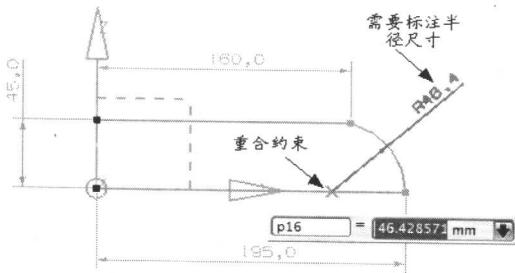
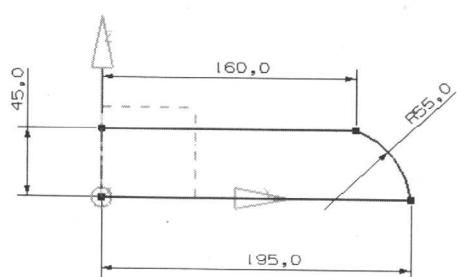

图 1-14
图 1-15
(10) 再次调用【自动判断的尺寸】功能，标注圆弧的半径尺寸，但是图形显示为橙红色，表示图形已经过约束，如图 1-14 所示。这是因为圆弧的圆心与下面的水平线重合，需要将这个约束删除。操作方法是直接选择重合的叉号，按 Del (删除) 键删除。删除重合约束后，再标注半径为 55mm，如图 1-15 所示。